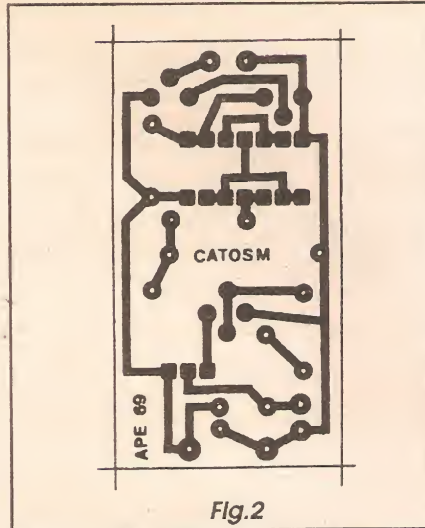

Fig. 2
- FIG. 2 - LAY OUT DO CIRCUITO IMPRESSO ESPECÍFICO - O substrato elétrico e mecânico do circuito, ou seja: a placa de circuito impresso, é visto na figura em escala 1:1 (tamanho natural, portanto...), com as ilhas e pistas da sua face cobreada destacadas em negro (as áreas brancas representam as regiões onde o cobre deve ser removido na corrosão...). A cópia pode ser feita diretamente, com carbono, finalizando-se a traçagem com decalques ácido-resistentes (na prática, tal método de traçagem é necessário quando o circuito contém integrados, devido às ilhas muito pequenas, próximas umas das outras, e requerendo alto rigor posicional...). Depois de efetuadas as outras etapas (todas simples, e já detalhadas em antigas edições de APE e aulas do ABCDE...) da confecção do impresso, este deverá ser cuidadosamente conferido com a figura/gabarito... Ainda antes de se começar as inserções e soldagens, convém que o leitor/hobbysta iniciante dê uma lida nas INSTRUÇÕES GERAIS PARA AS MONTAGENS, onde se trata com detalhes do bom aproveitamento da técnica de circuito impresso, com todos os macetes e recomendações práticas necessárias...